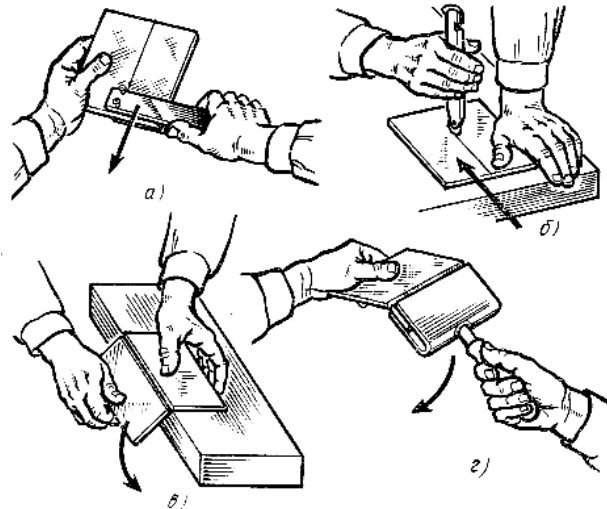

Рис.8. Приемы резки плиток:
Последовательность выполнения технологических операций. *Разметка плиток.* Заданный размер определяют складным метром или линейкой с миллиметровыми делениями. Риску наносят карандашом или рейсмусом (рис.8, а).
*Резка плиток резцом.* Сильно нажимая на плитку резцом с роликом из твердого сплава (рис.8, б), прорезают глазурь и часть черепка (при необходимости рез делают дважды). Затем нижней стороной плитки ударяют о ребро доски или крышки верстака так, чтобы линия надреза попала на ребро доски (рис.8, в). При этом плитка раскалывается точно по надрезу. Для отламывания узких надрезанных полос керамической плитки используют плитколом (рис.8, г).